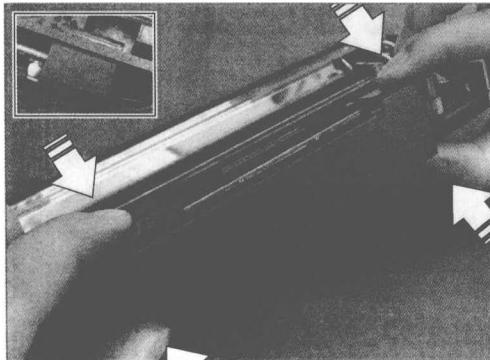

图 1-18 取下 CCD 图像传感电路保护盖
(16) CCD 图像传感器电路外有一个保护盖，拆卸时，需要分别捏住保护盖左右两侧的上下端，如图 1-18 所示。